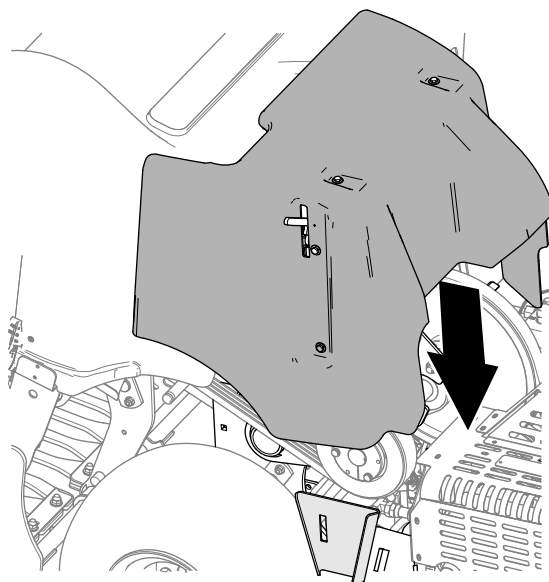

**Figura 144**
1. Aliniați suportul de montare al capacului curelei cu suportul capac-suport al cadrului mainii (Figura 144).